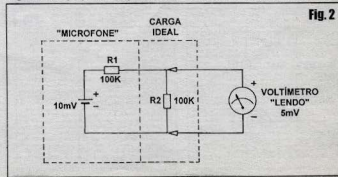

Fig. 2
- **FIG. 2 - SIMPLIFICANDO ESSA QUESTÃO DAS IMPEDÂNCIAS E CARGAS PARA OS SINAIS DO TRANSDUTOR...** - Podemos simplificar as interpretações, considerando que o tal microfone não é mais um gerador de C.A., mas sim de C.C., conforme exemplifica o diagrama... A bateria ou pilha de 10 mV representa o dito gerador/microfone, sendo R1 a impedância interna do transdutor (100K). Conforme já temos dito e mostrado em aulas e lições anteriores, a impedância *ideal* de carga (ou seja, a resistência apresentada ao sinal, pelos módulos de entrada do circuito que vai manipulá-los...)